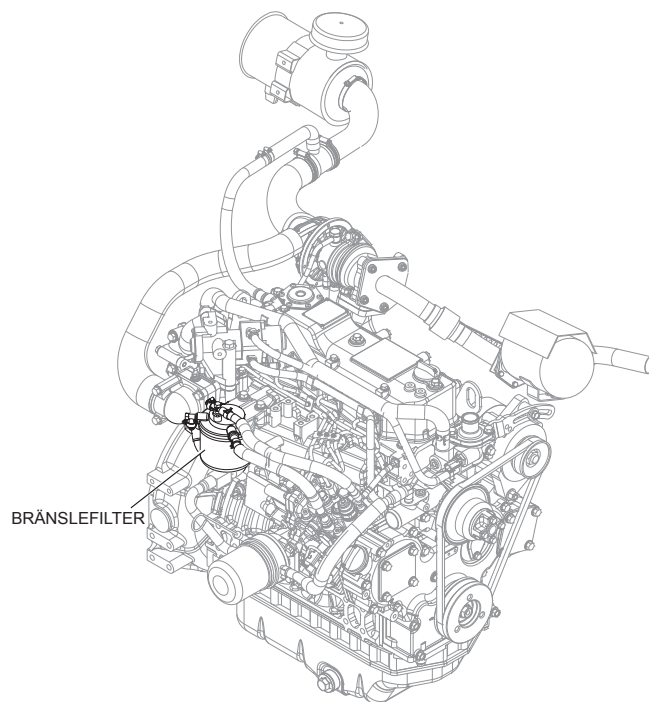

Bild 26. Bränslefilter
1. Byt ut motorns bränslefilterelement (Bild 26) var 500 timme.